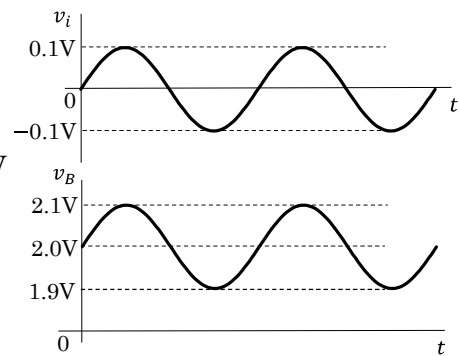

図2-2
(3) 入力信号 v_i として振幅 0.1V、周波数 1kHz の正弦波を加え、 v_B を図2-2のように 2V を中心として変化させるには、抵抗 R_1 の値を (③) Ω とする。
③の解答群